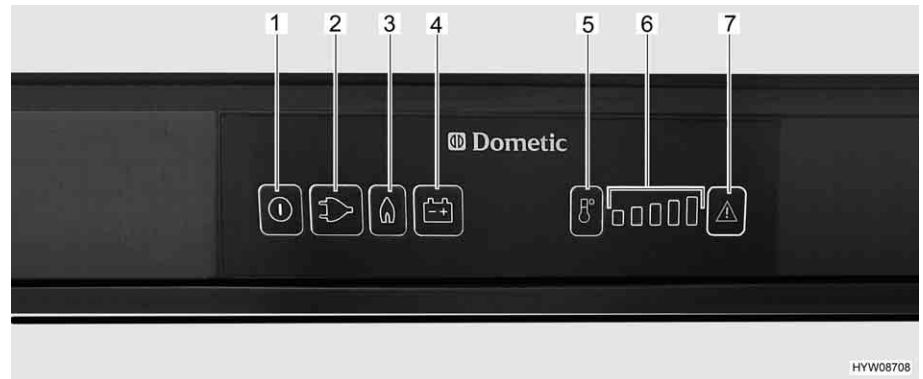

Bild 216 Reglage, knappar för kylskåpet (Dometic 8-serie med MES)
- Tryck på på/av-knappen (Bild 216,1) i cirka 2 sekunder. Kylskåpet slår på sig. Knappen för senast valda driftläge tänds.
- Tryck eventuellt på knappen för driftläge "Gas" (Bild 216,3). Knappen tänds. Nu är gastillförseln öppen. Tändning sker automatiskt. Ett tickande ljud hörs tills tändningsproceduren är klar.
- Ställ in kyltemperaturen med knappen temperaturstegsval (Bild 216,5).
- Tryck eventuellt på knappen för driftläge "230 V" (Bild 216,2). Knappen tänds.
- Slå på 12 V-drift:* ■ Tryck på på/av-knappen (Bild 216,1) i cirka 2 sekunder. Kylskåpet slår på sig. Knappen för senast valda driftläge tänds.
■ Tryck eventuellt på knappen för driftläge "12 V" (Bild 216,4). Knappen tänds.
■ Ställ in kyltemperaturen med knappen temperaturstegsval (Bild 216,5).